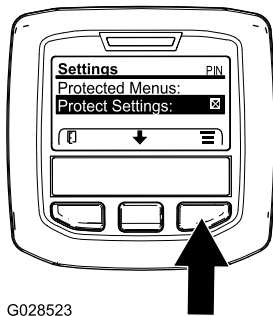

Bild 29
1. Greifen Sie auf die geschützten Menüs zu und entsperren Sie das Untermenü „geschützte Einstellungen“ (Bild 29), siehe Zugreifen auf die geschützten Menüs \(Seite 21\).